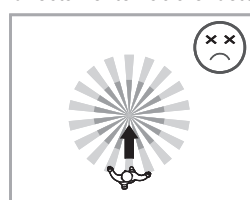

FIG. 3
3.1.2 Fíjese en la dirección en la que se camina en el procedimiento de prueba. Es más sensible al movimiento delante del detector y menos al movimiento directamente hacia el mismo, lo que reducirá la cobertura de detección (ver FIG. 3).